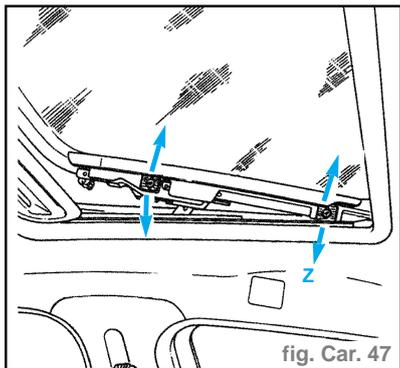

fig. Car. 47
**2 - Réglage des jeux en hauteur en (Z)**
- Comme pour le réglage du jeu avant / arrière agir sur les vis et sur le panneau (fig. Car. 47).